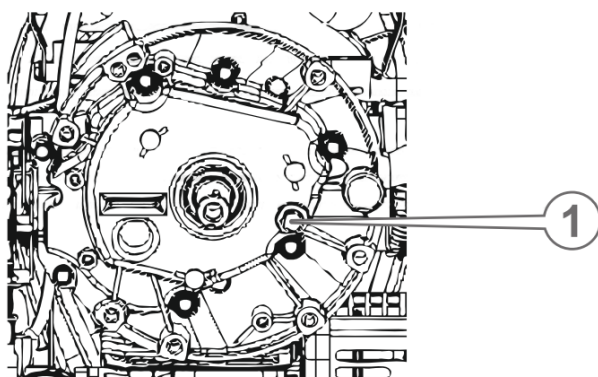

Рисунок 12. Схема розташування зливного отвору моторного мастила.
2. Почистити горловину для заливання мастила в картер двигуна і поверхню навколо зливного отвору (1, рис. 12) від пилу та бруду.
4. Викрутити заглушку зливного отвору (1, рис. 12) картера двигуна.